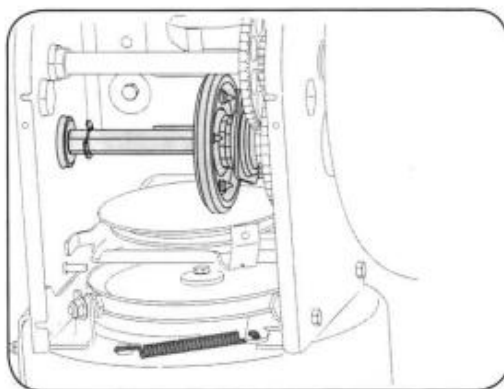

Рисунок 21
2. Нанесите на поверхности вала тонкий слой универсальной всесезонной консистентной смазки (рис.21).